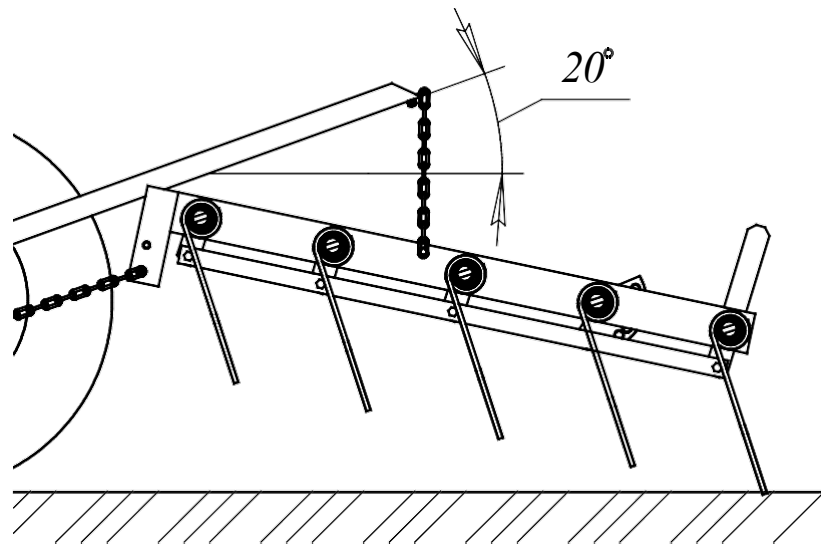

Рисунок 10 - Схема подъема борон для очистки и поворота
3.3.1 Борона рассчитана на рабочую скорость движения до 18 км/ч, при поворотах бороны её необходимо снижать до 5 км/ч. При поворотах во время полевой работы или очистки бороны от мусора блоки граблин необходимо приподнимать, угол поворота рамы при этом не должен превышать 20° (рисунок 10).